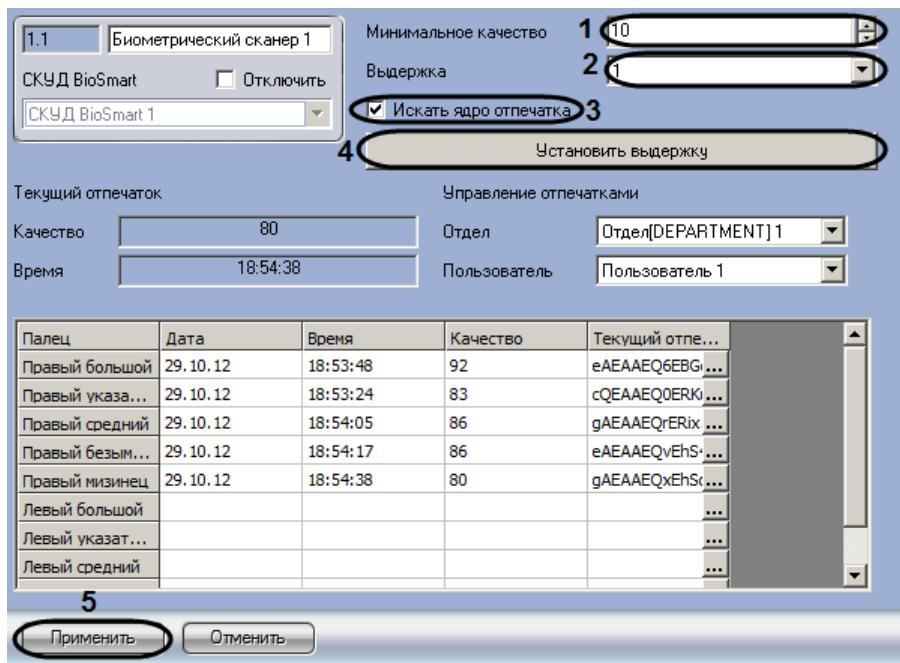

Рис. 3.9—2 Настройка биометрического сканера
2. Ввести в поле **Минимальное качество** минимально допустимое качество отпечатка. В случае, если значение ниже указанного, то отпечаток не будет сохранен и не отобразится (см. Рис. 3.9—2, 1).
3. Ввести в поле **Выдержка** значение параметра выдержки (см. Рис. 3.9—2, 2).